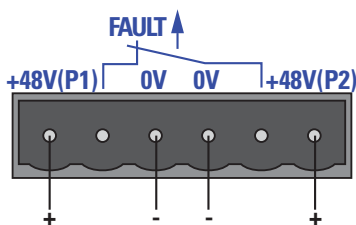

Abb. 21: PoE-Spannung am 6-poligen Klemmblock der Geräte RS22/RS32 anschließen
- ▶ Der Signalkontakt ("FAULT", Pinbelegung des Klemmblockes siehe Abbildung 21) dient der Funktionsüberwachung des Gerätes und ermöglicht damit eine Ferndiagnose. Die Art der Funktionsüberwachung können Sie im Management festlegen.